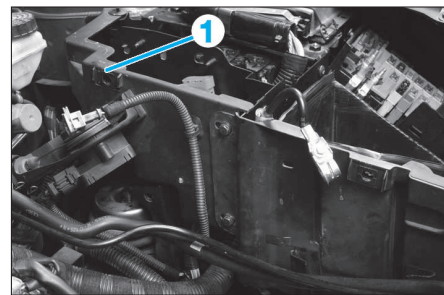

FIG. 3
- Déposer le carter support de commande d'accélérateur (1) (Fig.3).